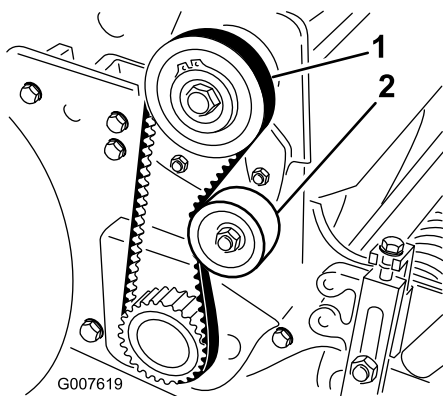

図 35
2. プーリ間の中央部図 35でベルトを 18–22 N 1.8–2.2 kg 程度の力で押して点検する。ベルトのたわみが 6mm あれば適正とする。
- A. アイドラプーリ固定ナットをゆるめ、プーリを右に回してベルトの背に押しつけて、適当な張りを出す図 35。